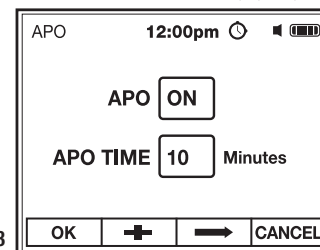

Fig. 23
2. Utilice el botón **F3** ⇌ para seleccionar APO o APO TIME (resaltado en rojo), (Fig. 23).
3. Utilice el botón de función **F2 +** para ENCENDER o APAGAR el APO o ajustar el temporizador de APO (máx. 30 min), (Fig. 23).
4. Pulse el botón **F1 OK** para guardar el ajuste y volver a Ajustes del Medidor (Fig. 23).